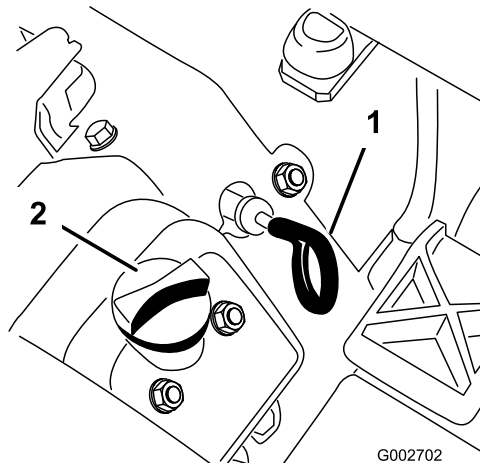

図 15
3. ディップスティック (図 15) を抜き取り、ウェスできれいに拭う。